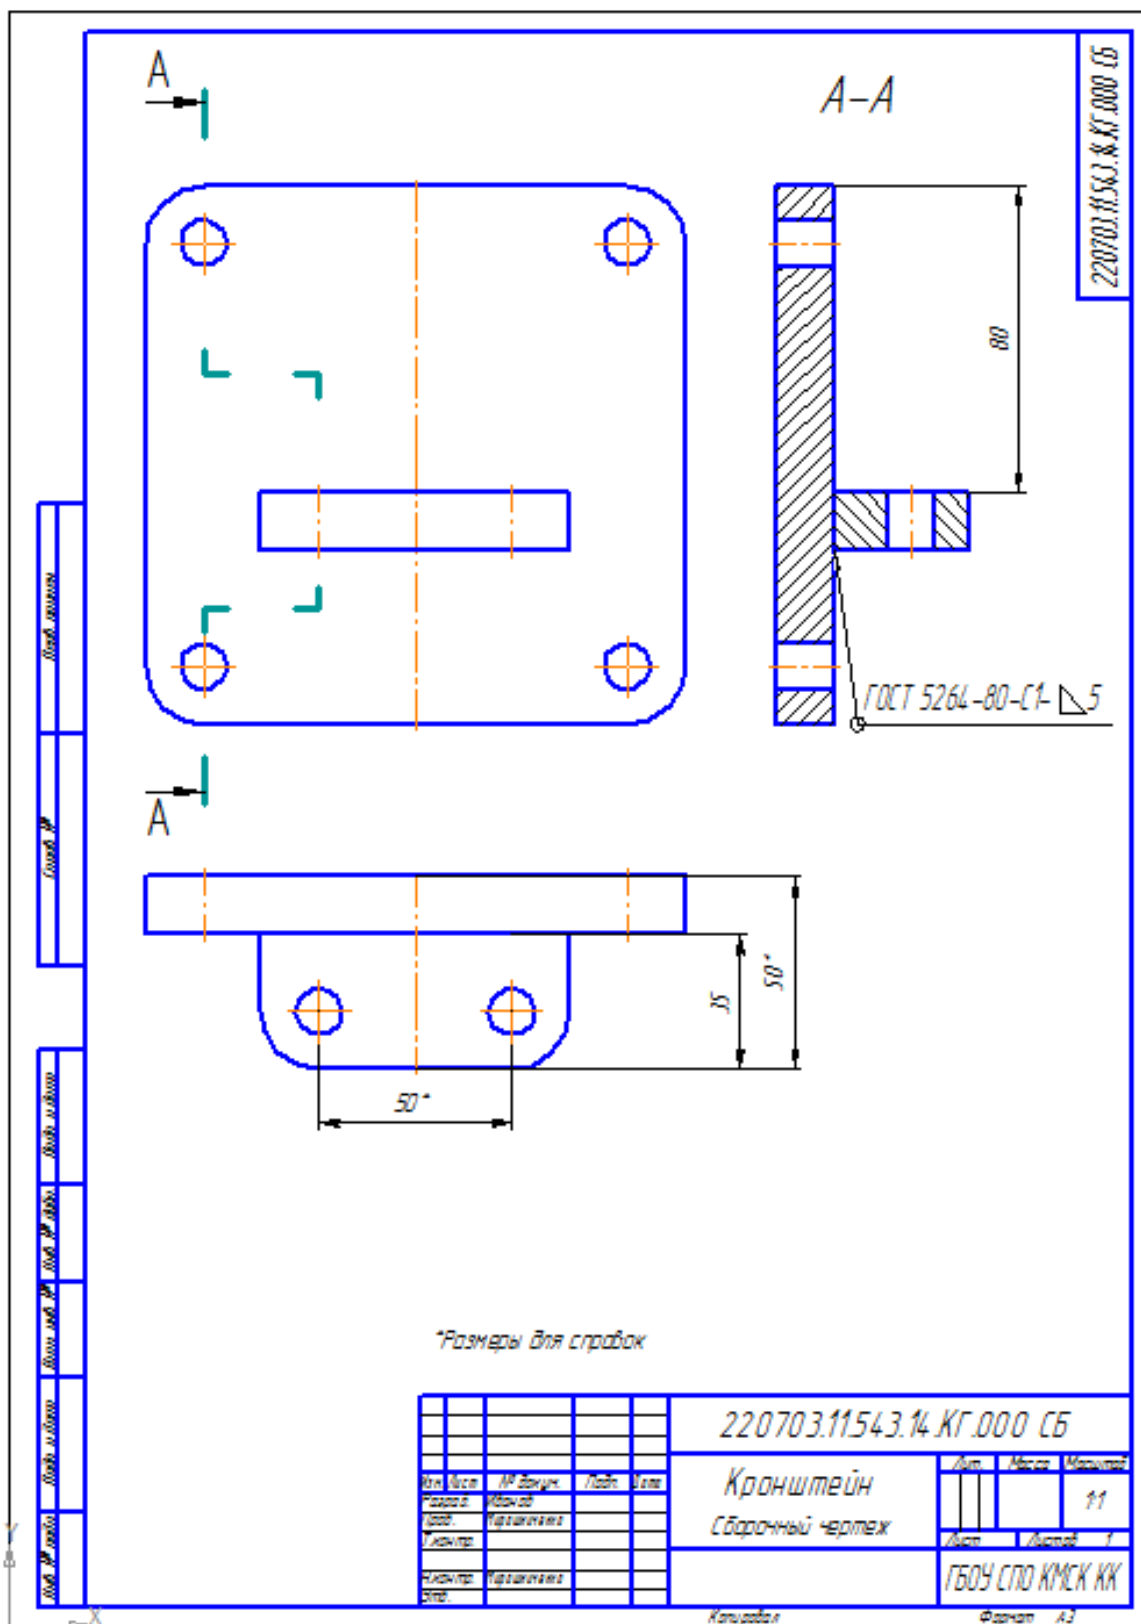

Рисунок 3 – Чертеж сборочной единицы *Кронштейн*
Задание 3. Построить сборочный чертеж сварного узла Кронштейн, показанный на рис. 3
Детали фланец и пластина, изготовленные по чертежам, построенным в заданиях 1 и 2, можно сваркой объединить в сборочную единицу *Кронштейн* (рис. 3).
Для изготовления кронштейна необходимо предварительно построить его сборочный чертеж (рис. 3), который должен содержать все необходимые для сборки (изготовления) данные.
б) закроем файл *Фланец*. Нажатием правой клавиши мыши вызовем контекстное меню, выберем строку *Вставить* и укажем точку вставки, ориентируясь по месту расположения вида справа чертежа, показанного на рис. 3.
4. Отредактируем размеры чертежа фланца в соответствии с рис. 3.
7. Проставим размеры на чертеже (рис.3), предварительно выполнив настройку длины стрелок размерных линий и высоты символов размерной надписи и задав эти параметры равными 7 мм с помощью цепочки команд *Сервис — Параметры — «+»* в строке *Размеры — Параметры — Надпись* (*практическая работа №2*)
6. Закрывать файл *Фланец*. Вставить в чертеж *Кронштейна*, ориентируясь по месту расположения вида справа чертежа, изображение фланца, как показано на рис. 3.